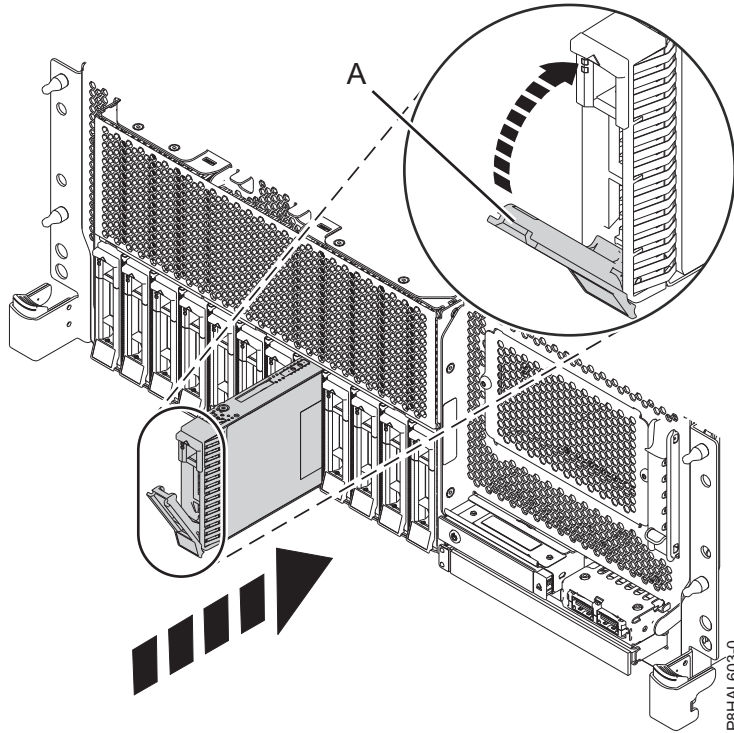

Figura 6. Instalación de una unidad de disco en un sistema de función base montado en bastidor
3. Desbloquee el asa de la bahía de unidad (**A**) ejerciendo presión y tirando de ella hacia usted. Si el asa no está extendida del todo, la unidad no entra en el sistema. Consulte la Figura 6 en la página 9, la Figura 7 en la página 9, la Figura 8 en la página 10 y la Figura 9 en la página 11.
5. Deslice la unidad hasta el fondo del sistema y empuje el asa de la bahía de unidad (**A**) hasta que quede encajada, como se muestra en la Figura 6 en la página 9, Figura 7 en la página 9, la Figura 8 en la página 10 y la Figura 9 en la página 11.